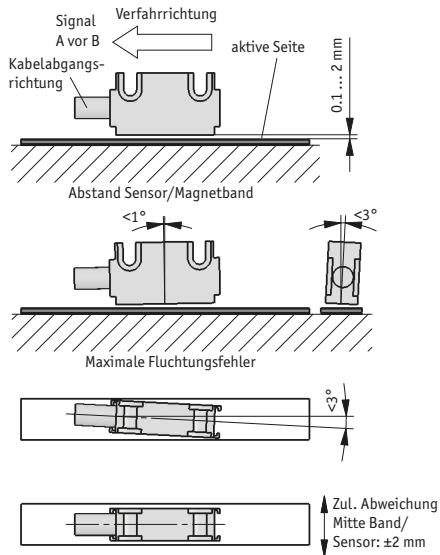

Abb. 6: Definition der Zählrichtung mit Magnetband und Montage Sensor/Magnetband, Abstandsmaße, Toleranzen
- Auf richtige Ausrichtung bezüglich der Zählrichtung achten (Abb. 6+7). Dies ist unerheblich falls sich die Zählrichtung in der elektronischen Auswertung umkehren lässt.